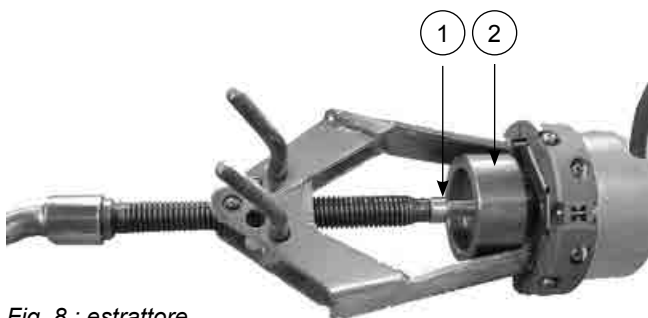

Fig. 8 : estrattore
- Recuperare la rondella di trazione dell' encoder (rif. 2 fig. 8) con un estrattore cuscinetto (Fig. 8) e una vite M6 CHc X 30 (rif. 1 fig. 8) avvitato nella punta del encoder conico.